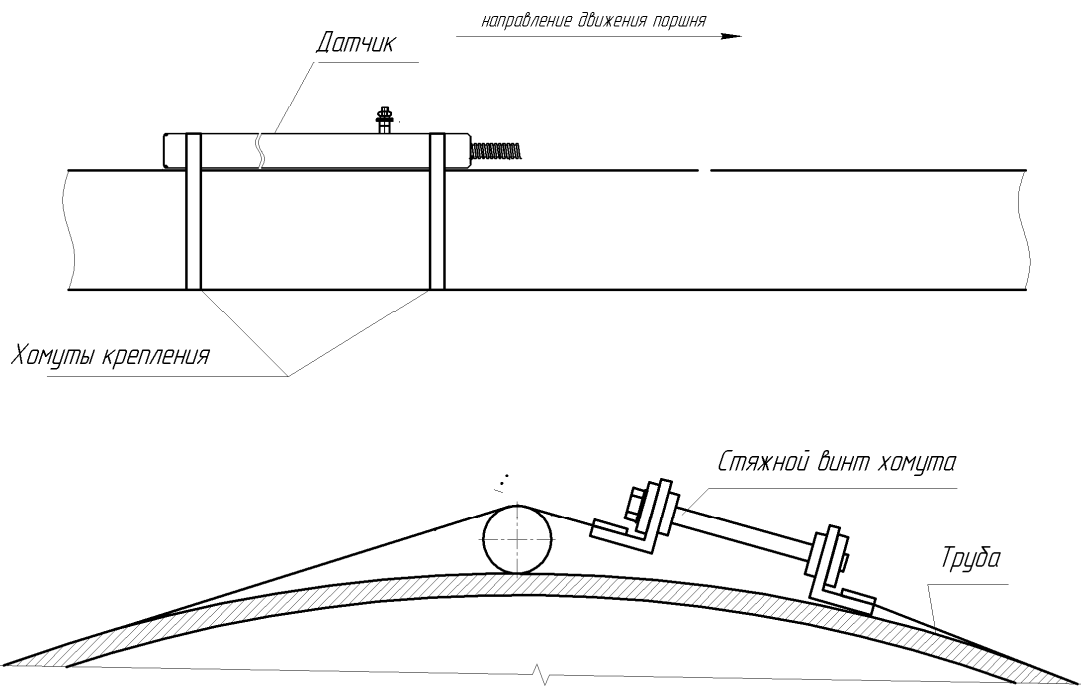

Рисунок 2 – Крепление датчика на трубе при монтаже непосредственно в грунт
4.3 Закрепить датчик на теле трубы двумя хомутами. Хомуты располагать на концах датчика не доходя до них ~ 5 см рисунок 2. Крепление должно проводиться таким образом, чтобы исключить возможность подвижки датчика. После закрепления датчика на трубе его необходимо засыпать грунтом.